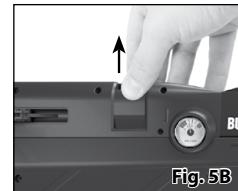

Fig. 5B
4. Fjern magasinet fra bundstykket (Fig 5B).